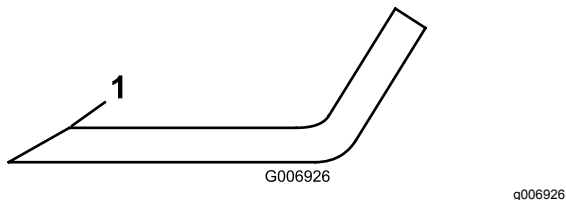

Рисунок 72
4. Осмотрите режущие кромки всех ножей; заточите их, если они затупились или имеют зазубрины; чтобы ножи были острыми, затачивайте только верхнюю сторону режущей кромки и сохраняйте первоначальный угол заточки (Рисунок 72).